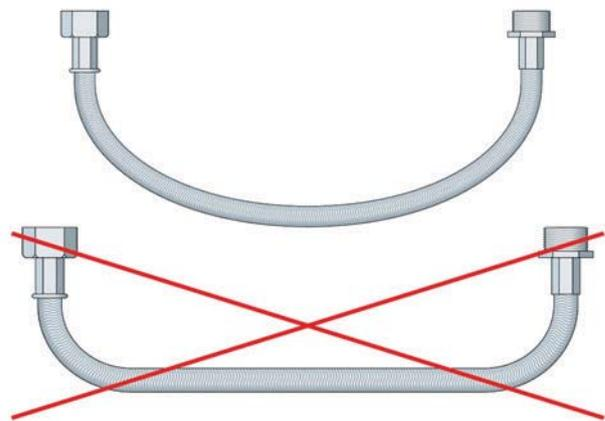

Figure 2 – Traction
– éviter toute traction, soit au montage (fig. 2), soit par l'action de la pression ou de la dilatation ;